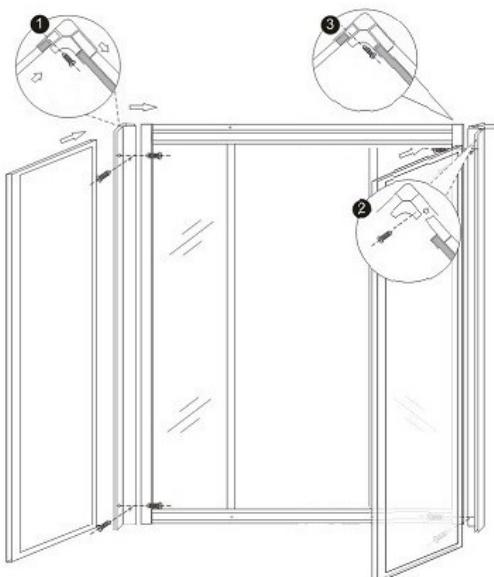

Рис. 4
4.2 Сборка каркаса душевой кабины (рис. 4)